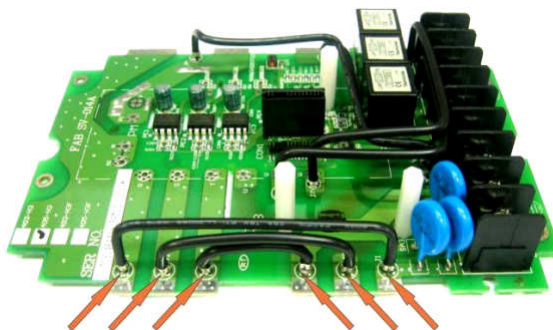

Рис. 7.4
7.2.2. Взять плату драйверов, срезать три перемычки в местах паек к плате (рис. 7.4).